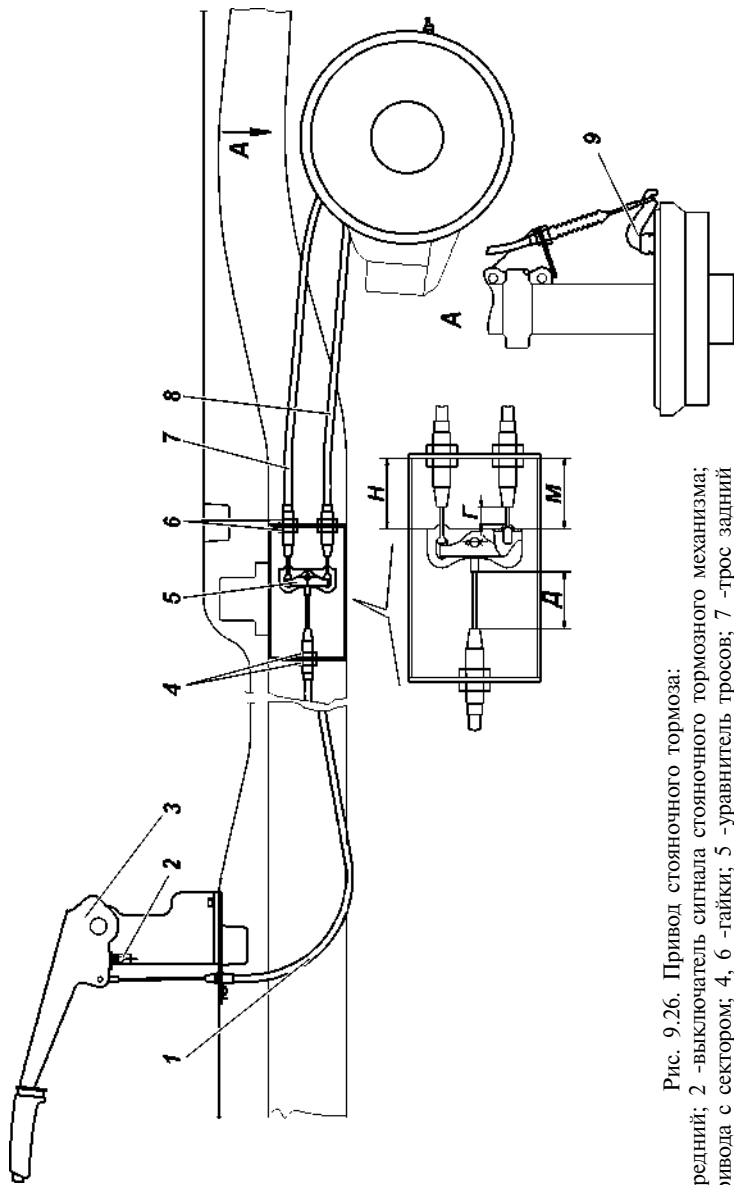

Рис. 9.26. Привод стояночного тормоза:
Колесный стояночный тормоз действующий на тормозные колодки задних колес (рис. 9.26).
3. Установите рычаг стояночного тормоза 3 (рис. 9.26) в нижнее положение.
$D = 35$ мм (min) и разницу размеров М и Н не более 6 мм (рис. 9.26). При выборе слабины тросов, перемещение рычагов 9 не допускается.